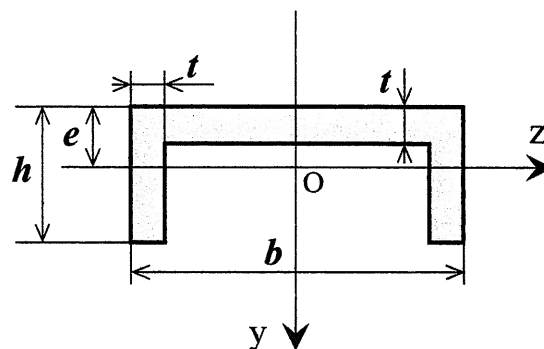

図2 断面形状
- (1) 図2に示す断面形状における、図心 (centroid) O の位置 e と、図心を通る z 軸まわりの断面二次モーメント (moment of inertia of area) を求めよ。ただし、 $h=3t$, $b=8t$ とする。
- (2) 点 A, B それぞれにおける支点反力 (reaction force) R_A , R_B を求めよ。なお、支点反力の正符号 (positive sign) は図中の矢印方向 (arrow direction) とすること。
- (3) 区間 AC において点 A からの距離が x の断面に作用するせん断力 (shearing force) Q_x 、曲げモーメント (bending moment) M_x を求め、はりのせん断力線図 (S.F.D.: Shearing Force Diagram), および曲げモーメント線図 (B.M.D.: Bending Moment Diagram) を図示せよ。ただし、主要な点にはその値を記入すること。なお、せん断力および曲げモーメントの正符号の定義は別図で示すこと。
- (4) 区間 AC と区間 BC に蓄えられる弾性ひずみエネルギー (elastic strain energy) をそれぞれ求めよ。
- (5) 区間 AC と区間 BC に蓄えられる弾性ひずみエネルギーが等しくなる AC 間の距離 a を求めよ。さらに、その時の点 C におけるたわみ (displacement) を求めよ。
- (6) また、この時の点 C におけるたわみ角 (slope angle) も求めよ。